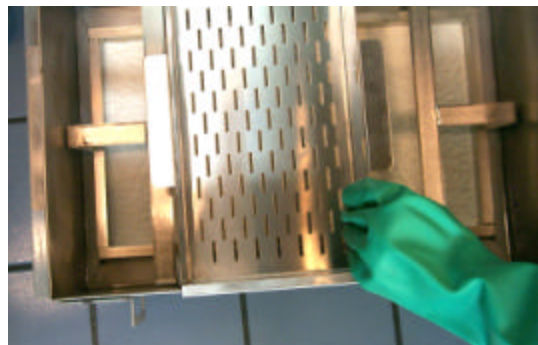

Fig: 12-8
12. Replace crumb screen. **Fig: 12-8**